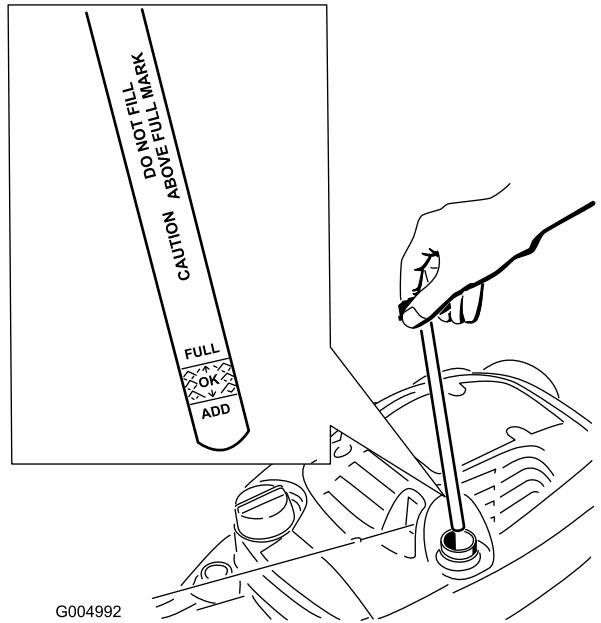

Figure 9
1. Retirez la jauge, essuyez-la sur un chiffon et remettez-la dans le goulot de remplissage (Figure 9).
2. Sortez de nouveau la jauge et contrôlez le niveau d'huile (Figure 9). Si le niveau n'atteint pas le repère minimum (Add) de la jauge, versez lentement suffisamment d'huile dans le goulot de remplissage pour faire monter le niveau au repère maximum (Full). **Ne remplissez pas excessivement.** (Remplissage max. : 0,6 l (20 onces), type : huile détergente SAE 30W de classe de service API SF, SG, SH, SJ, SL ou supérieure.)